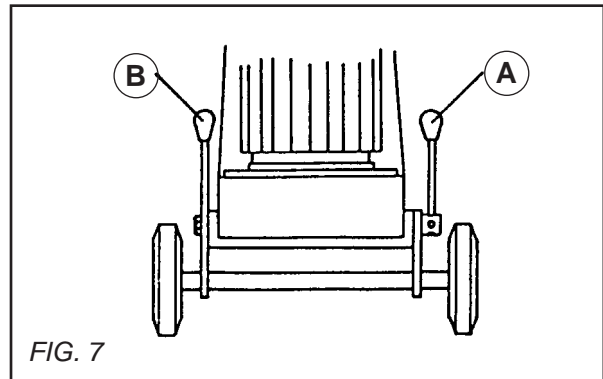

FIG. 7
Obtenida al aflojar la palanca (A) y posicionando la palanca (B) hacia delante (VER FIG. 7).
Obtenida al aflojar la palanca (A) y posicionando la palanca (B) hacia detrás (VER FIG. 7).